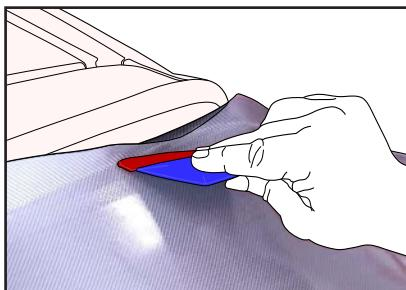

Figure 20
- › Appliquer le film jusqu'au bord de la vitre avec la raclette sans exercer de contrainte. (FIG. 20)